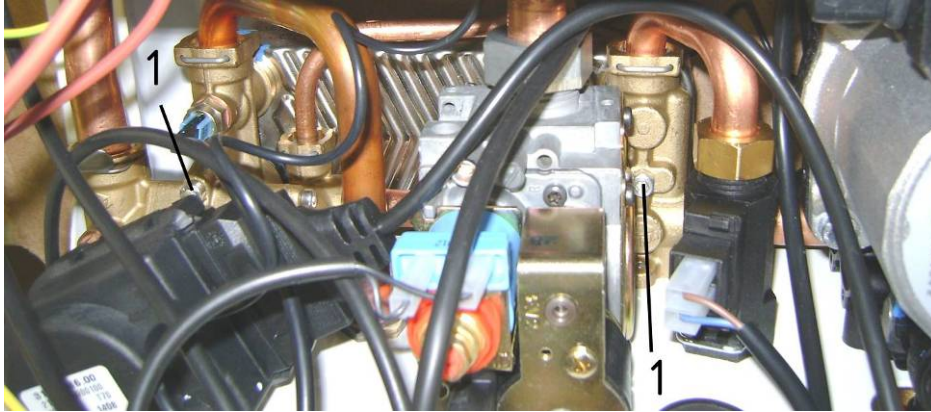

Рис. 22. Демонтаж вторичного теплообменника
- ✓ отвернуть два винта 1 (см. Рис. 22) крепления теплообменника к узлам гидродвигателя;